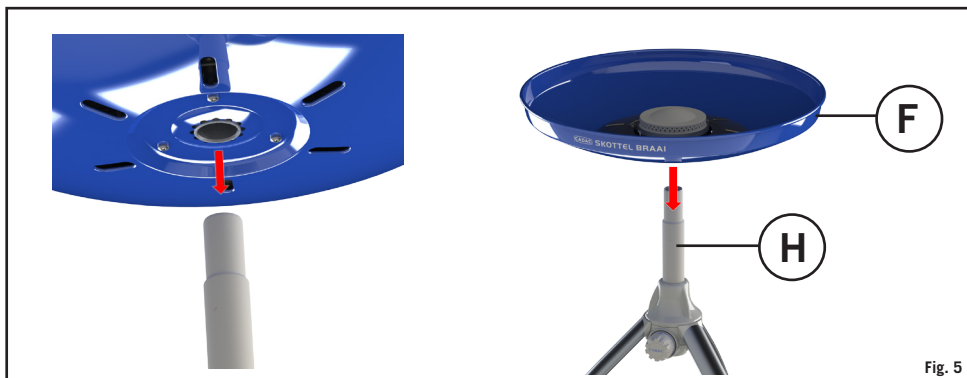

Fig. 5
- Sätt fast Brännrännan (F) på Skaffet (H) och se till att den tätar ordentligt. (Fig. 5)